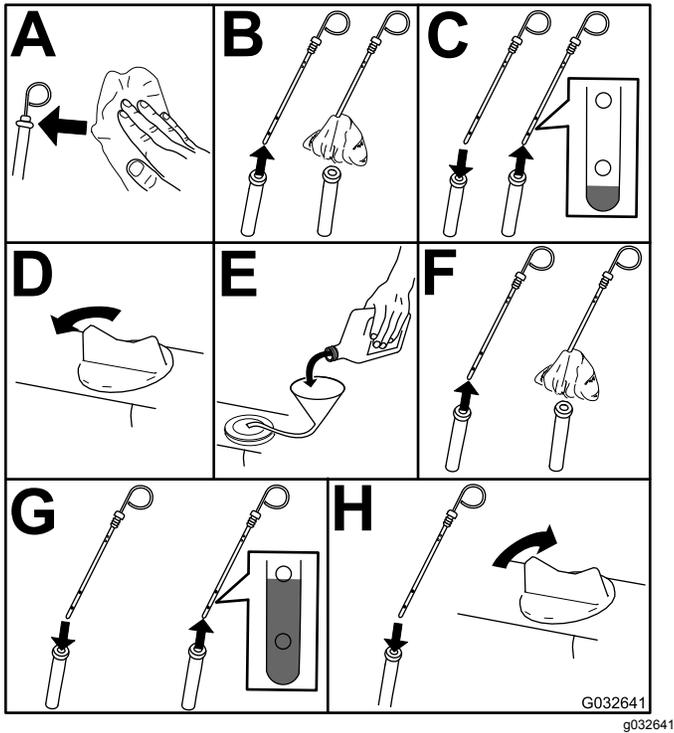

Bild 58
3. Prüfen Sie den Ölstand im Motor (Bild 58).